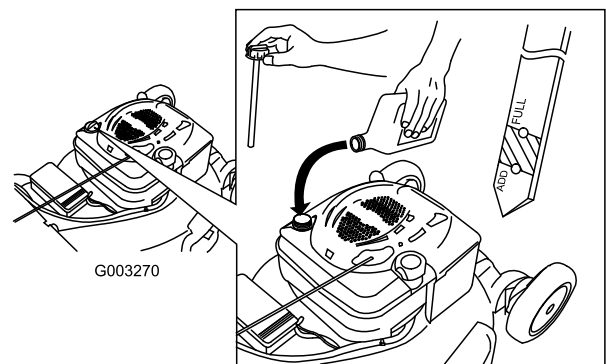

Figure 39
4. Versez de l'huile **lentement** dans le goulot de remplissage pour faire monter le niveau de liquide jusqu'au repère du plein (Full) sur la jauge (Figure 39). **Ne remplissez pas excessivement.** (Remplissage max. : 0,59 l (20 oz), type : huile détergente SAE 30 de classe de service API SF, SG, SH, SJ, SL ou supérieure.)